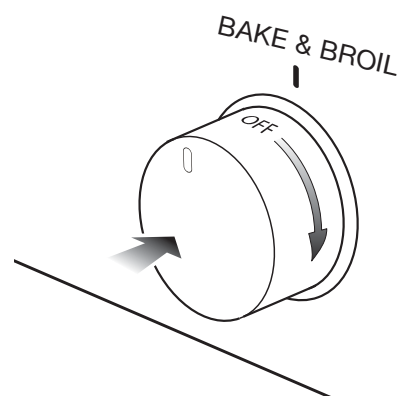

Fig. 3.4
2. Appuyez complètement sur le bouton de commande du four (les électrodes d'allumage commencent à faire des étincelles), et tournez-le dans le sens horaire (fig. 3.4) jusqu'à la position "BROIL" (grill).